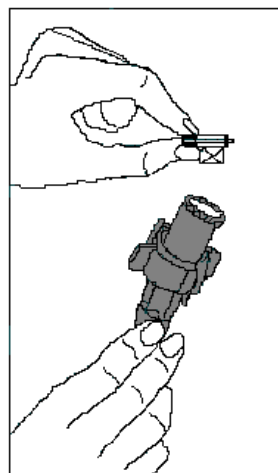

Fig.11
- ? Nettoyez le filtre du tuyau d'arrivée d'eau coté robinet en le retirant manuellement avec le joint (Fig. 11).